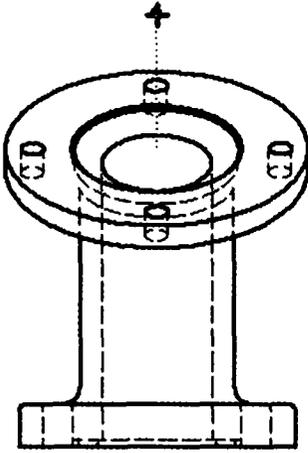

Рис. 2.4. Разделительная линия позволяет увидеть, где будет разрезана модель для сечения
4. Когда вы будете перемещать курсор вокруг родительского вида, вы увидите пунктирную линию, вдоль которой необходимо разрезать. Когда линия пройдет через центр верхней плоскости (рис. 2.4), щелкните для того, чтобы зафиксировать линию сечения.